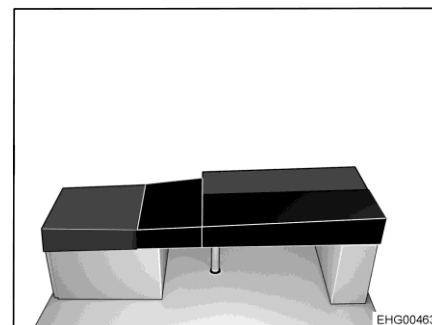

Bild 181 Efter ombyggnaden
- Placera den fyrkantiga extra dynan på bordet (se Bild 181).
- Placera den sneddade extra dynan på den L-formade sängbreddningen (se Bild 181).